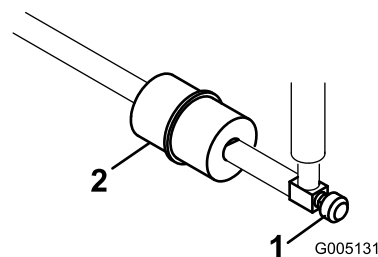

Figura 39
O filtro encontra-se na linha de combustível entre o depósito de combustível e o carburador (Figura 39).
1. Feche a válvula de corte do combustível (Figura 39).
2. Coloque um recipiente de escoamento debaixo do filtro, desaperte a braçadeira de tubos que se encontra no lado do carburador e retire a tubagem de combustível (Figura 39).
3. Desaperte a braçadeira de tubos e retire o filtro (Figura 39).